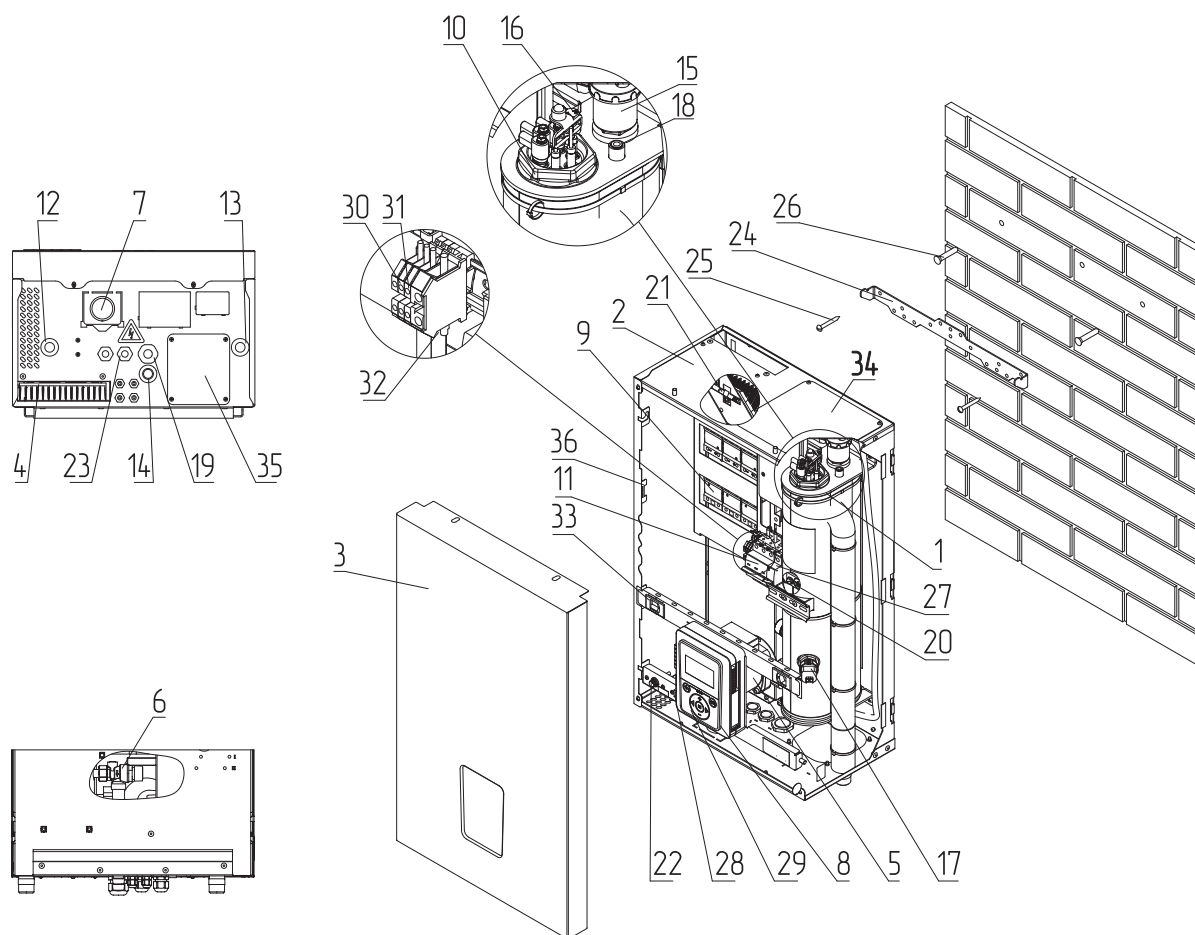
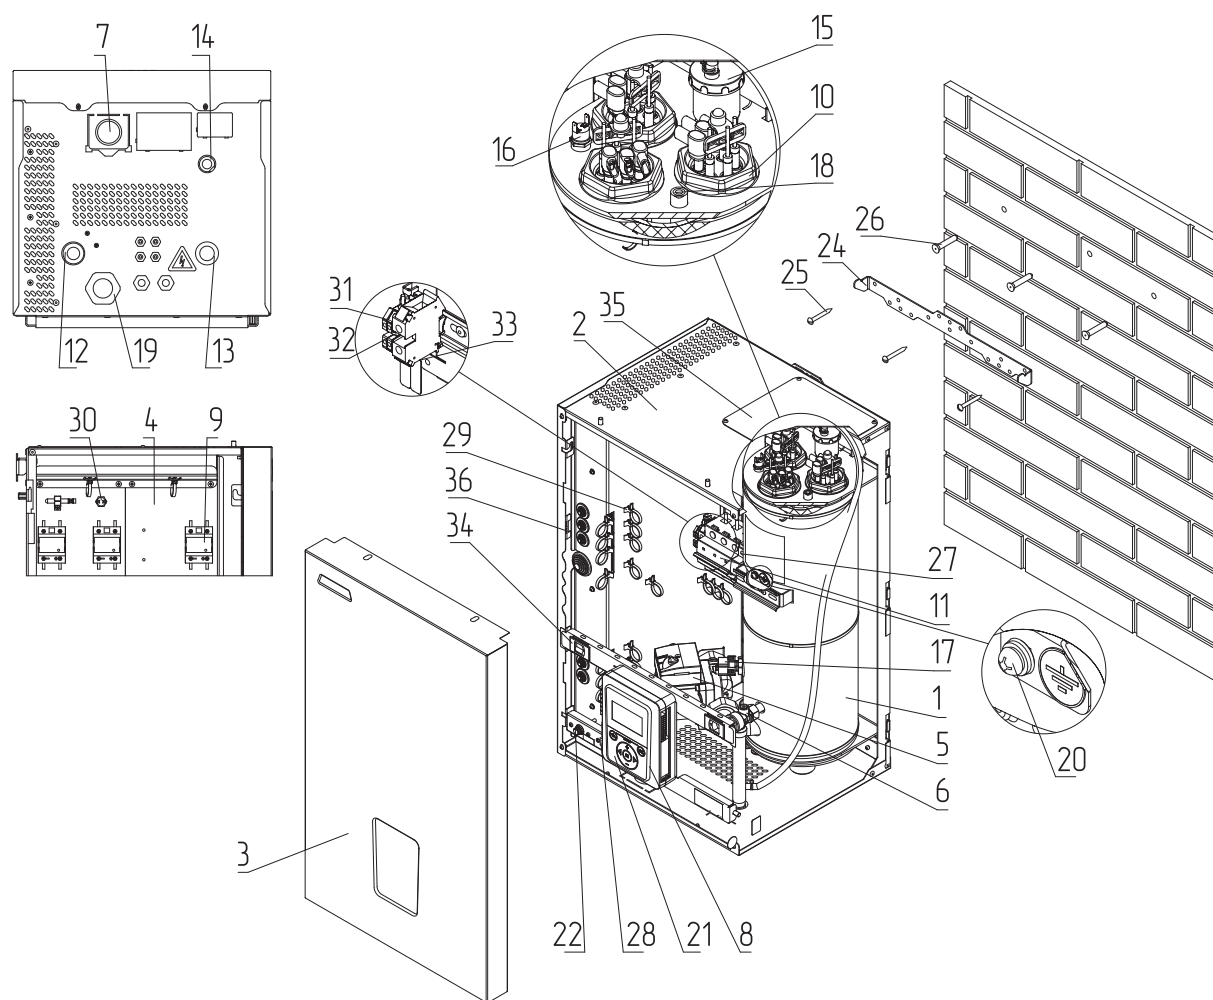

Рис.3 Устройство котла ZOTA MK-X Plus 6-24 кВт
Рис.4 Устройство котла ZOTA МК-X Plus 30-42 кВт
Закрепите настенный кронштейн на вертикальной поверхности в необходимом месте с помощью шурупов, входящих в комплект, и установите на него котел, как показано на **Рис.3, Рис.4;**
- Извлечь перемычки (Рис.3, Рис.4, поз.32);
- Подключить провода фазы «L» к колодке (Рис.3, Рис.4, поз.30);
- Подключить провода нейтраль «N» к колодке (Рис.3, Рис.4, поз.31).
- Включить вводной автомат (Рис.3, Рис.4, поз.11) вместе с расцепителем в верхнее положение;
- Перевести выключатель (Рис.3, Рис.4, поз.28) в положение ВКЛ;